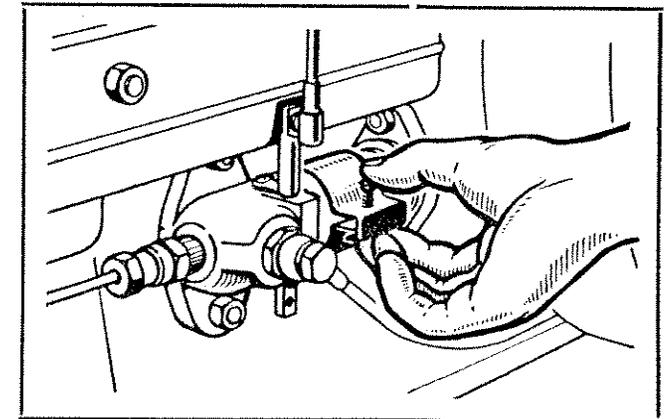
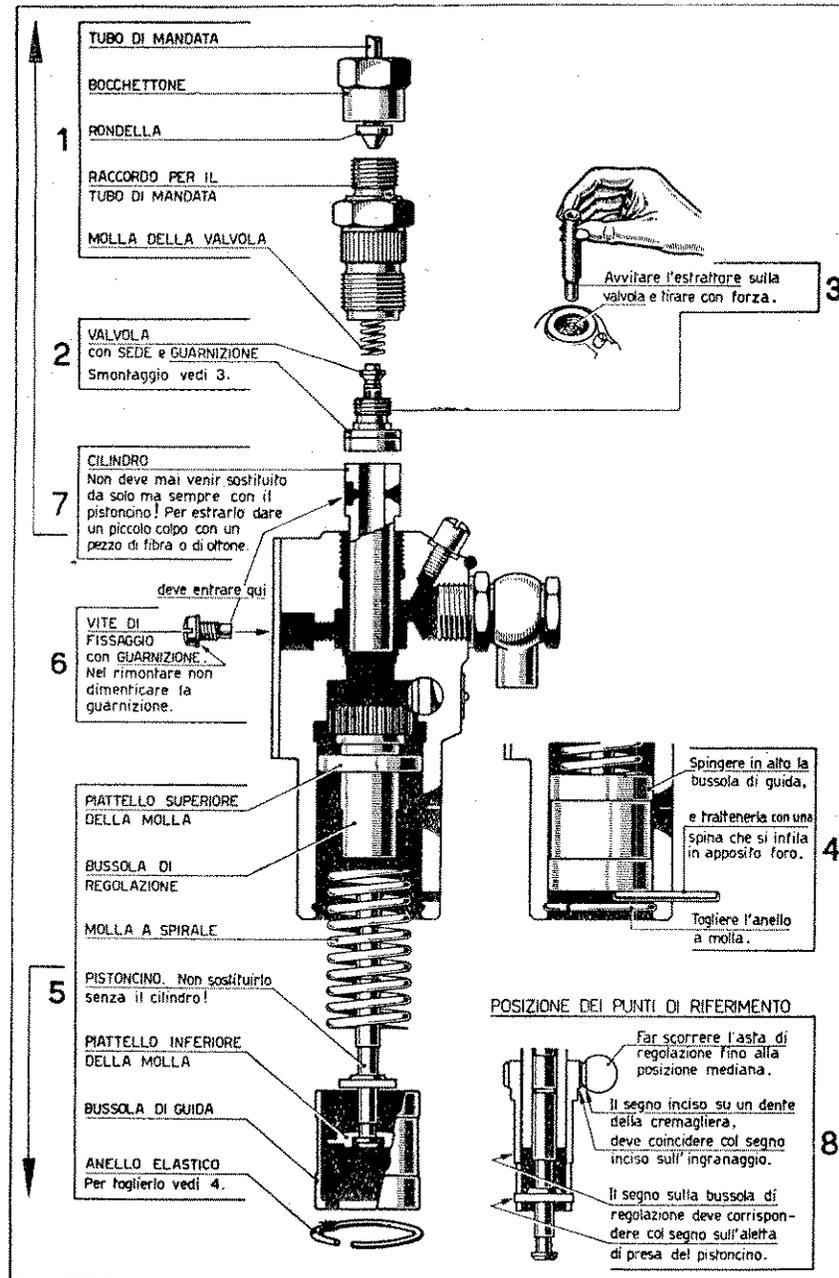

Fig. 3
Fig. 4 - POMPA INIEZIONE
a) **Pompa di iniezione** - La pompa di iniezione del tipo BOSCH, con flangia laterale, è fissata sulla fiancata sinistra del basamento. L'elemento pompante riceve il moto da una punteria che scorre in una guida alloggiata nel basamento. Il movimento della punteria iniezione può essere impresso anche a mano agendo con una levetta sotto la rondella fissata alla punteria stessa, dopo aver rimosso il manicotto di protezione come indicato nella Fig. 3. Per quanto riguarda le istruzioni per lo smontaggio e il rimontaggio della pompa iniezione vedere Fig. 4 a Pag. 10.